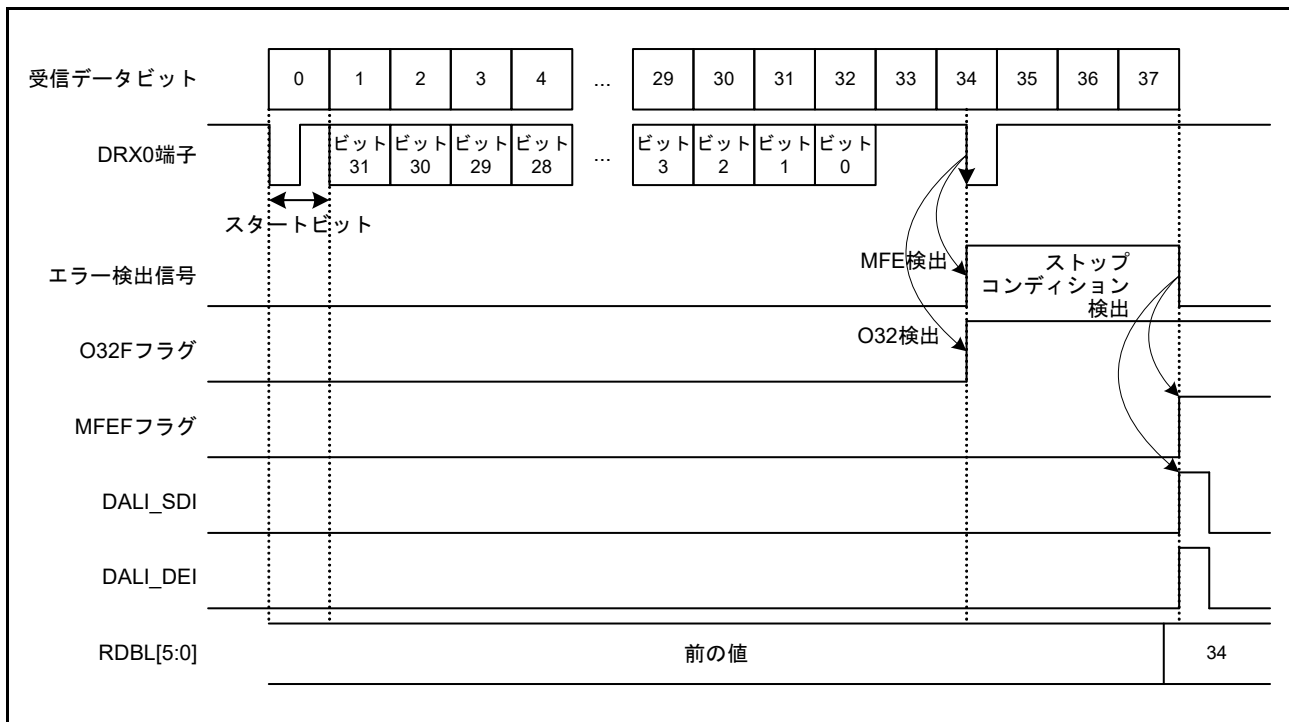

図 28.3 O32F 設定タイミング
- 注 1. データビット [33] が認識されると DALInO32F フラグが設定されます。データビット [33] が MFE 発生ビットで、BTV しきい値 6 の期間中 High レベルが検出されると、ストップコンディションが検出され O32F フラグは設定されません。データビット [33] が MFE 発生ビットで、BTV しきい値 6 の期間中 Low レベルが検出されると、立ち下がりエッジ検出により O32F フラグが設定されます。詳細は、図 28.3 を参照してください。